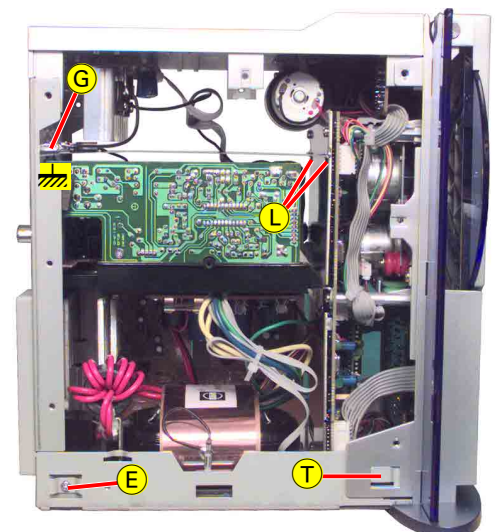

Fig. 6
- Abschirmblech ablösen  (Fig. 8) und abnehmen. Abschirmblech beim Einbau wieder in das Abschirmblech der CD-Leiterplatte einhängen  (Fig. 6).
- Unsolder and remove the shielding plate **(K)** (Fig. 8). When reassembling take care to put it in the shielding plate of the CD PCB **(L)** (Fig. 6).